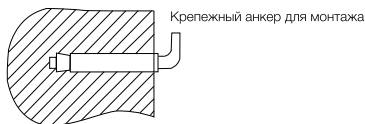
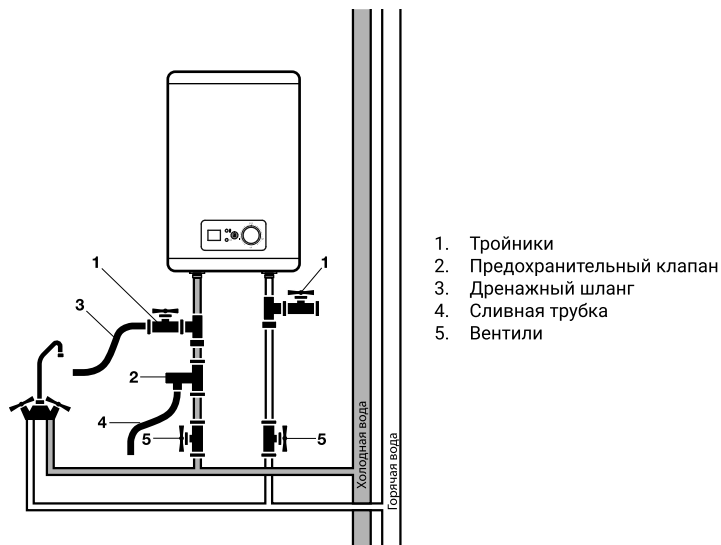

Рис. 5.
Рис. 6.
- Присоедините дренажный шланг (позиция 3 на рис. 5) к запорному крану на тройнике на входе холодной воды в водонагреватель и направьте его в канализацию, либо в место слива воды. Откройте запорный кран и дождитесь полного слива воды.
После выбора места монтажа определите места под два крепежных болта с крюками (в зависимости от спецификаций выбранного изделия). Прodelайте в стене два отверстия необходимой глубины, соответствующие размеру крепежных болтов, вставьте винты, поверните крюк вверх, плотно затяните гайки, а затем установите на него электрический водонагреватель (см. рис. 5).
При подключении к системе водоснабжения необходимо предусмотреть и реализовать установку индивидуальных запорных вентилей (позиция № 5 на рис. 5) на линии подачи холодной воды в водонагреватель и на линии выхода горячей. Индивидуальные запорные вентили по линии горячей и холодной воды, должны быть в закрытом состоянии в период неиспользования водонагревателя, проведении профилактических и техно-логических работ на линии водоснабжения. Установка и правильное использование запорных вентилей является обязательным условием при предоставлении гарантийного обслуживания, а так же залогом длительной и безаварийной работы водонагревателя. Для упрощения процесса слива воды из водонагревателя рекомендуется на входе и выходе воды из водонагревателя установить тройники (позиция 1 на рис. 6).
Если необходимо реализовать систему водоснабжения на несколько водоразборных точек, используйте способ соединения (см. рис. 6).